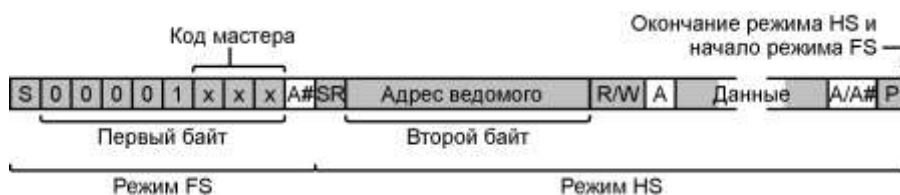

Рисунок 16.15 – Переход в режим HS и обратно в режим FS
После выполнения вышеуказанных шагов устройства, поддерживающих режим HS, переключаются в этот режим. Мастер генерирует состояние повторного старта (SR), а затем передает адрес ведомого и бит направления передачи R/W#, см. рисунок 16.15. Расшифровка обозначений, принятых на рисунке, приведена в таблице 16.1.